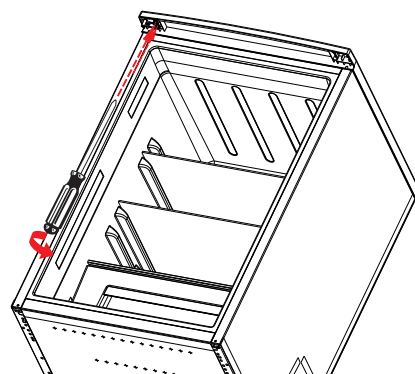

Fig. 13
- ▶ Vuelva a atornillar la bisagra superior con los dos tornillos de sujeción en el lado izquierdo del aparato (fig. 13).